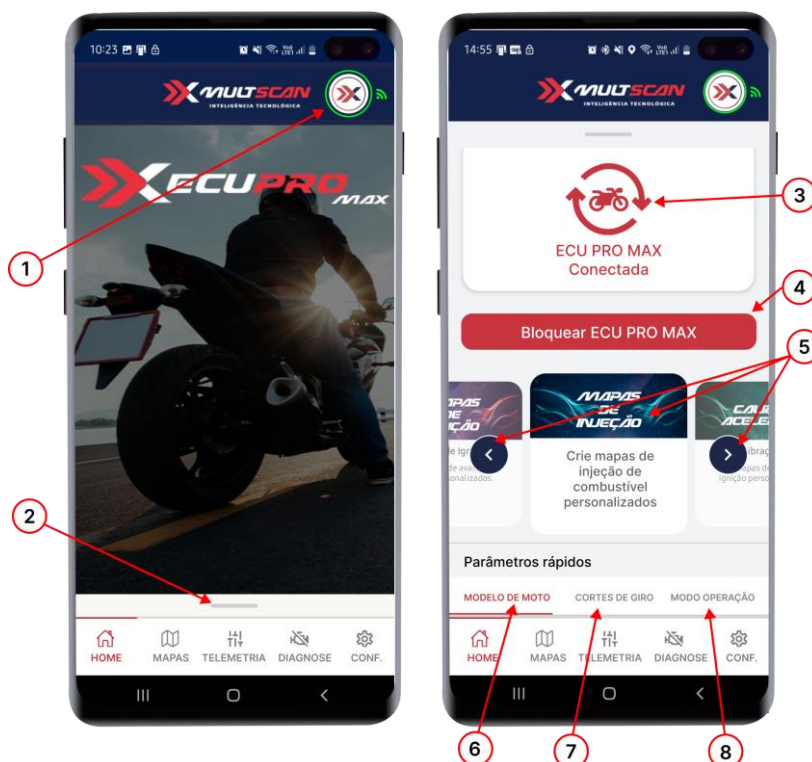

Figura 16 - Informações da tela HOME.
O primeiro passo é clicar na imagem do seu perfil localizado no canto superior direito, item 1 da Figura 16. Selecione a sua ECU PRO Max.
Após o primeiro passo e a ECU PRO Max já estiver pareada com seu celular, clique no botão do item 2 da Figura 16, na parte inferior da tela. Quando abrir a tela principal do menu HOME, clique no símbolo da moto, item 3 da Figura 16, que está centralizado na tela
Com a ECU PRO Max já conectada, se ainda não foi realizado a seleção do modelo da sua moto, arraste a tela principal para cima para acessar as demais configurações, lá você encontrará a opção “Modelo de moto”, item 5 da Figura 16. Selecione o modelo da sua moto, essa seleção personaliza as configurações de acordo com as especificações da sua motocicleta.
Conforme evidenciado no item 5 da Figura 16, a região da tela HOME apresentam dois cartões que facilitam o acesso para a configuração dos mapas de injeção e ignição.